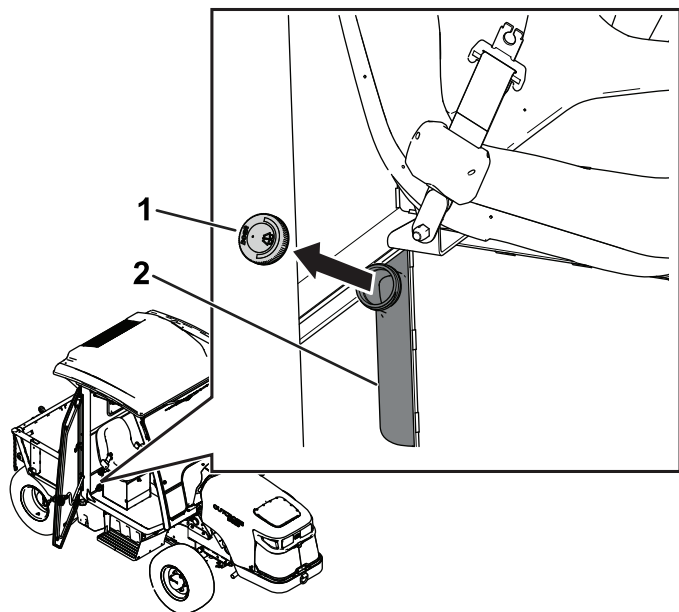

Figura 119
1. Retire el tapón del depósito (Figura 119).